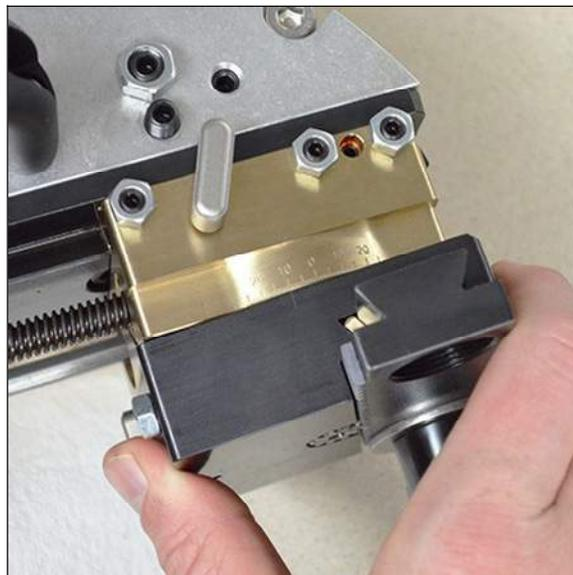

FIGURE 3-30. FAIRE PIVOTER LA TÊTE D'OUTIL (FF1200 ILLUSTRÉE)
4. Faire pivoter la tête d'outil jusqu'à ce que la marque soit alignée sur l'angle voulu indiqué sur le rapporteur (Figure 3-30). Si la tête d'outil refuse de bouger, répéter les étapes 2 et 3.